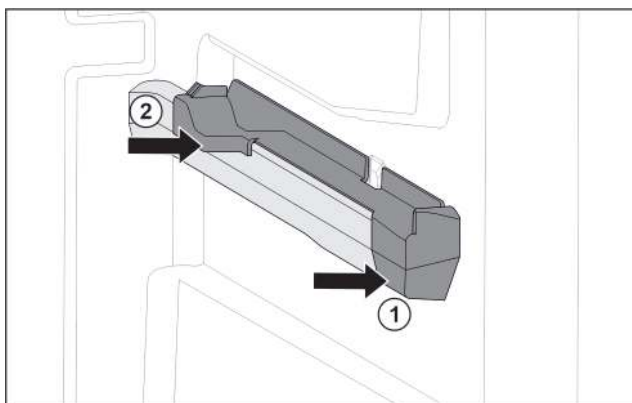

Fig. 40 Вставная часть на правом контейнерном ребре
- ▶ Наденьте вставную часть спереди на контейнерное ребро. Fig. 40 (1)
- ▶ Нажмите на вставную часть сзади. Fig. 40 (2)